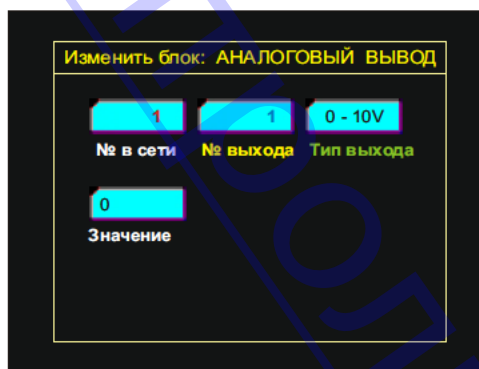

Рис. 31. Конфигуратор блока "Аналоговый вывод"
9.1.16 Конфигуратор блока содержит следующие конфигурационные окна (Рис. 31):